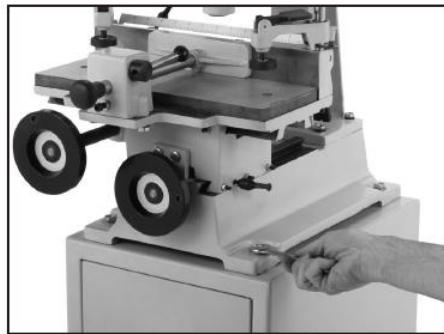

Рис. 2
2. Прикрутите корпус станка к стендус помощью шести болтов, плоских шайб, контратарм и шестигранных гаек, как показано на Рис. 2. При этом второй человек должен придерживать станок.